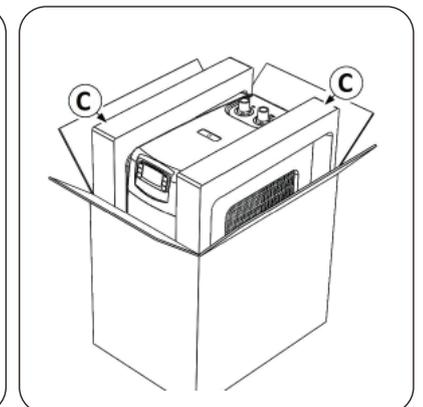

図 3
- 2) 梱包用の発泡スチロールを取り除きます(図3のC)。